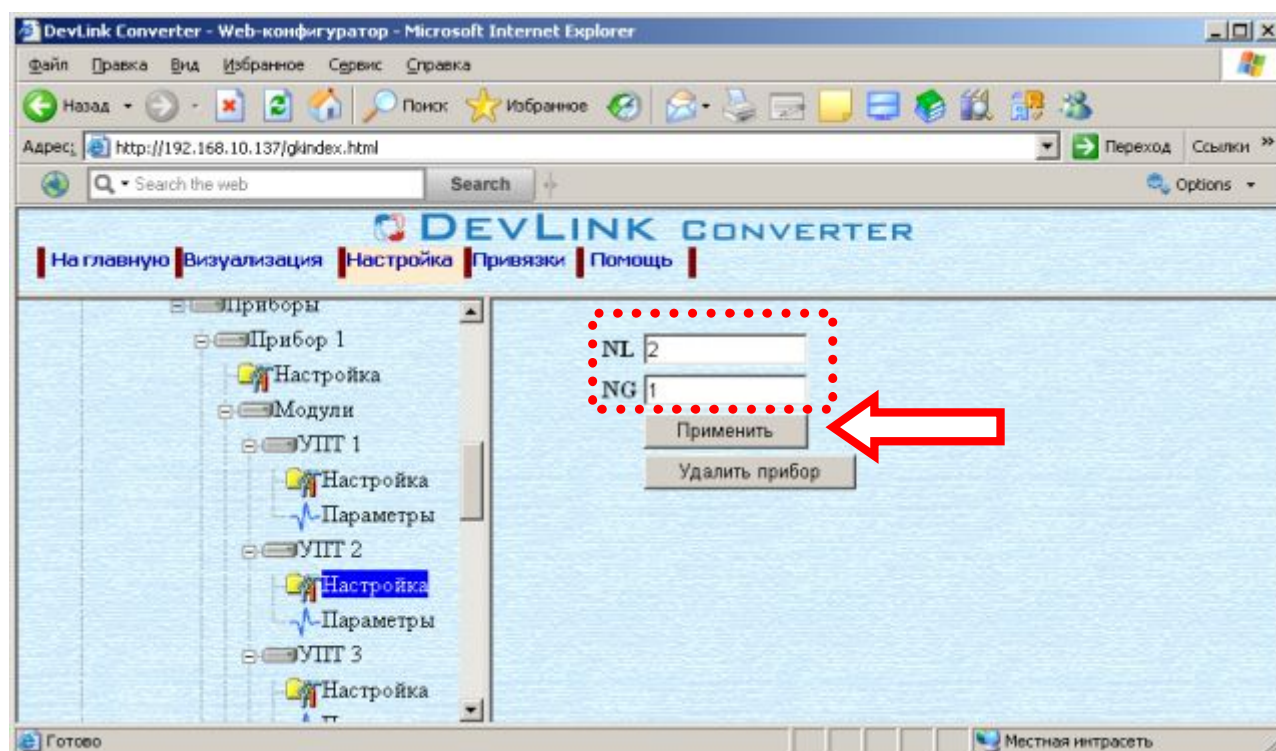

Рисунок 3.11 – Настройка модуля
- Выберите в дереве объектов папку «Настройка» модуля нужного прибора драйвера (рисунок 3.11).
- Задайте необходимые настройки и нажмите кнопку «Применить» (рисунок 3.11).